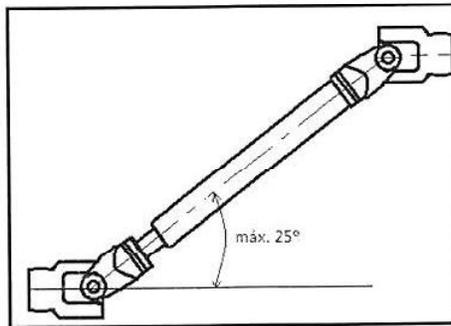

Fig. 04
**Atenção** – O ângulo de trabalho do cardan não pode ultrapassar os 25°, quando em funcionamento. (fig. 04).